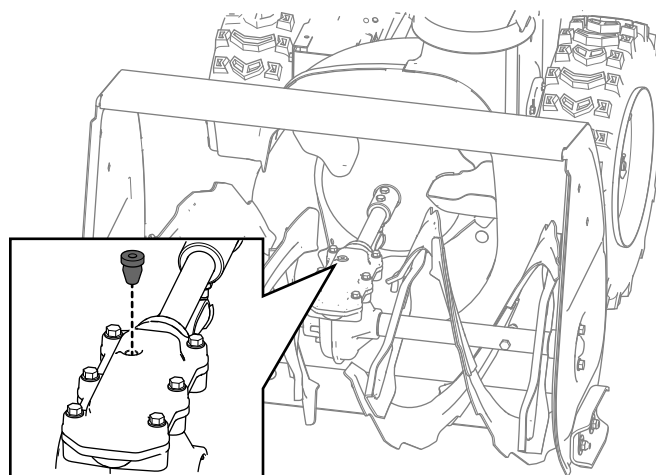

Рисунок 28
- Очистите область вокруг заглушки трубки и снимите заглушку трубки с редуктора (Рисунок 28).